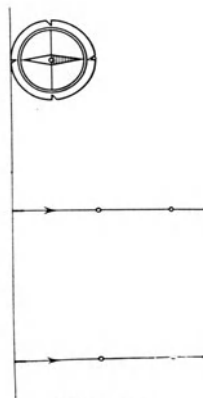

Fig. 144.
**Anleitung.** a) Befestige mit Klebpapier oder Klebwachs das Blatt Papier so auf dem Tisch, daß das eine Ränderpaar nahezu von Norden nach Süden läuft. Teile durch kurze Bleistiftstriche den Südrand des Papiers in  $\sim 5$  cm lange Abschnitte. Setze die Zeichenbussole so auf das Papier, daß der Südpolausschnitt der Grundplatte möglichst genau über einem der Teilpunkte liegt, drehe die Bussole so um diesen Punkt, daß die Nadel genau über dem Strich auf der Grundplatte steht, und bezeichne mit dem Bleistift möglichst genau die Lage des Nordpolausschnitts (Fig. 144). Verschiebe die Bussole in der Richtung, wohin ihr Nordpol weist, bis der Südpolausschnitt genau über der soeben gemachten Marke liegt. Drehe die Bussole um diesen Punkt, bis die Nadel genau über dem Südstrich der Grundplatte steht, und bezeichne wiederum die Lage des Nordpolausschnitts. Fahre so fort, bis der Rand des Papiers erreicht ist. Verbinde alle Punkte durch eine Linie. *Kraftlinie*.